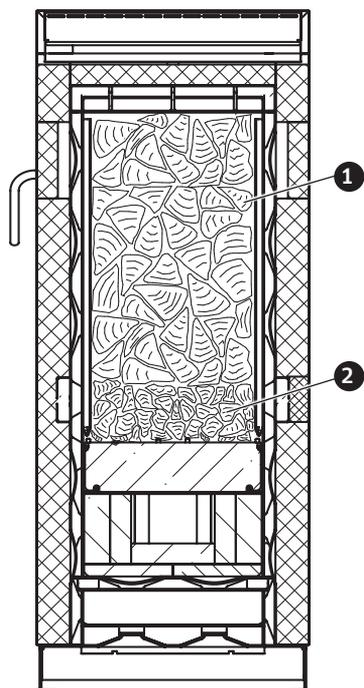
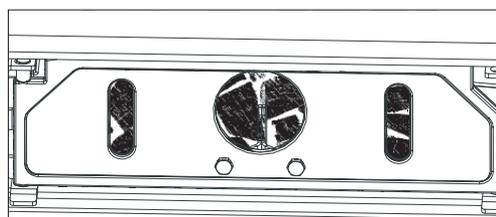

Fig. 10 Vue en coupe du foyer
Fig. 9 Bûches correctement placées devant l'ouverture d'allumage
► Placer d'abord de petites **bûches**, puis de plus grandes, et remplir le foyer en fonction des besoins – Fig.10. Avant de fermer la porte d'allumage, contrôler que le bois se trouve directement devant l'ouverture d'allumage – Fig. 9.